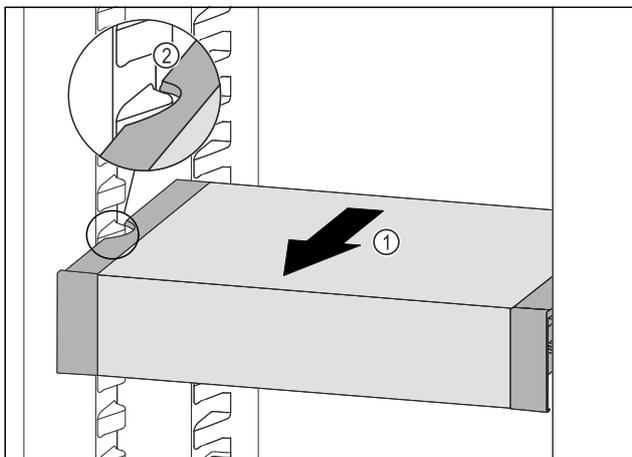

Fig. 142
- Tirare VarioSafe in avanti Fig. 142 (1) fino a quando le cavità laterali di VarioSafe non si trovano al livello della nervatura del contenitore nel vano frigorifero. Fig. 142 (2)